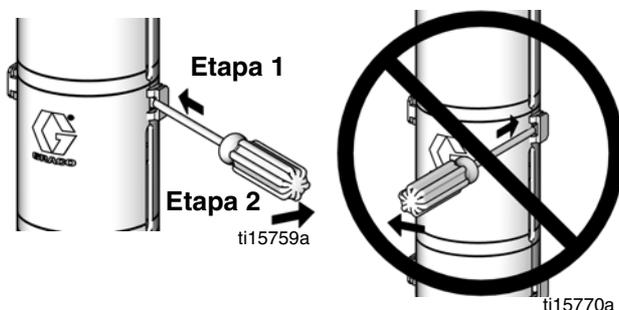

FIG. 3. Desmontagem das proteções
3. **Bombas com válvulas vedadas:** Veja FIG. 3. Retire as duas peças protetoras (22) inserindo uma chave de fenda diretamente na fenda e usando-a como alavanca para soltar o encaixe. Repita para todas as abas. **Não utilize** a chave de fenda para separar as proteções.
4. Desaperte a porca de acoplamento (3) e retire os aros (4). Remova a porca de acoplamento da haste de pistão (R). Desaperte as contraporcas (7) dos pinos de ancoragem (6). Separe o motor (1) e a válvula (2).